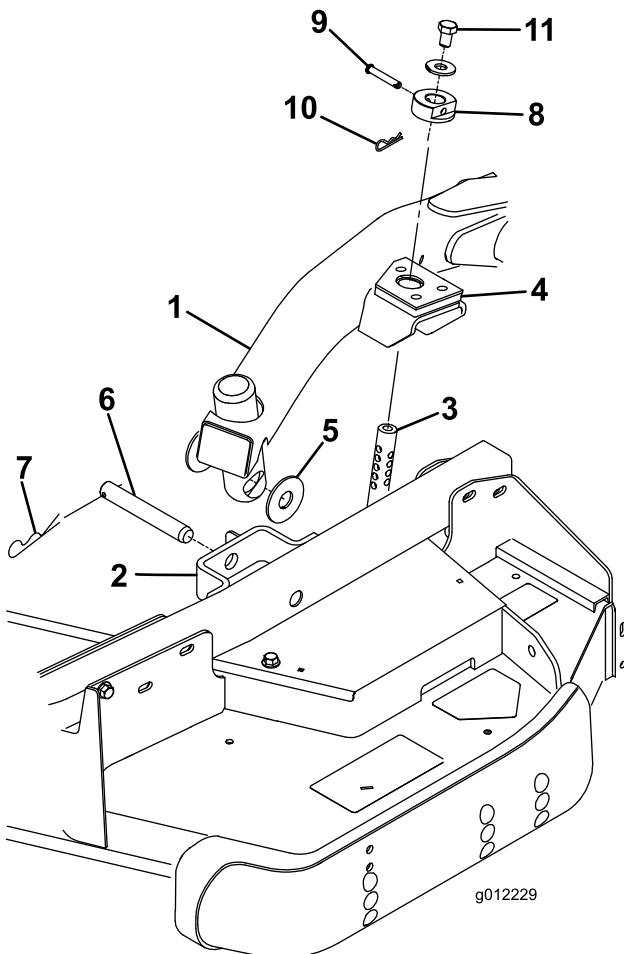

Figure 3
- Placez le levier de relevage en position de flottement. Poussez un bras de relevage vers le bas jusqu'à ce que ses trous soient alignés sur ceux du support du bras pivotant. Il est alors possible d'introduire la tige de réglage de hauteur de coupe dans les patins du bras de levage (Figure 3).
- Fixez le bras de relevage au bras pivotant avec (2) rondelles de butée, un axe de chape et une goupille fendue. Placez les rondelles de butée entre le bras de relevage et le support de bras pivotant (Figure 3). Insérez l'extrémité de la goupille fendue dans la fente de la patte du bras pivotant pour retenir la goupille fendue.
- Montez les bagues de hauteur de coupe sur les tiges de réglage de hauteur de coupe et fixez-les avec les axes de chape et les goupilles fendues (Figure 3). La tête de l'axe de chape doit être dirigée vers l'avant du plateau.
- Montez un boulon 1/2 x 3/4" et une rondelle sur chaque tige de réglage de hauteur de coupe (Figure 3).